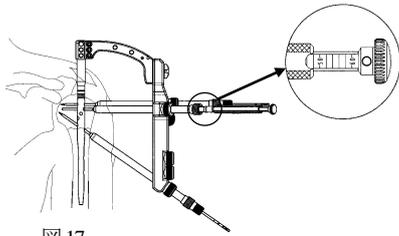

図 17
- 18) この場合、キャンセラス SW ドリルスリーブを抜き、キャンセラス SW スリーブ先端を骨面に押しあて、骨頭軟骨下骨直下に突き当たるまでキャンセラス SW プロブデプスゲージのつまみをゆっくと押し進め、スクリュー長を計測します。(図 17)